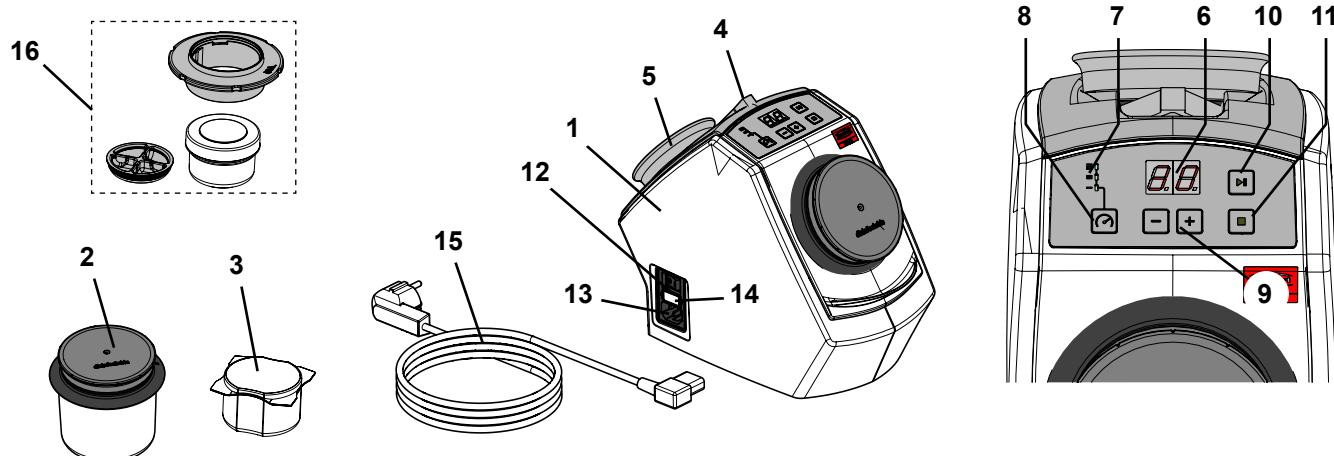

图 1
- ▶ 固位磁铁（图 1，位置 5）包含铅。
- ⇒ 将随附的镊子和固定磁铁放在设备背面的固定凹槽中（图1）。
- ⇒ 选择适当的插头和电源线 (15, 图 1)。
- ⇒ 将电源线与电源 (13, 图 1) 连接。
- ⇒ 打开设备开关 (12, 图 1)。
- ⇒ 将 ~ 5克清洗针放进 SYMPRO 义齿清洁迷你杯（附件，图1、16）